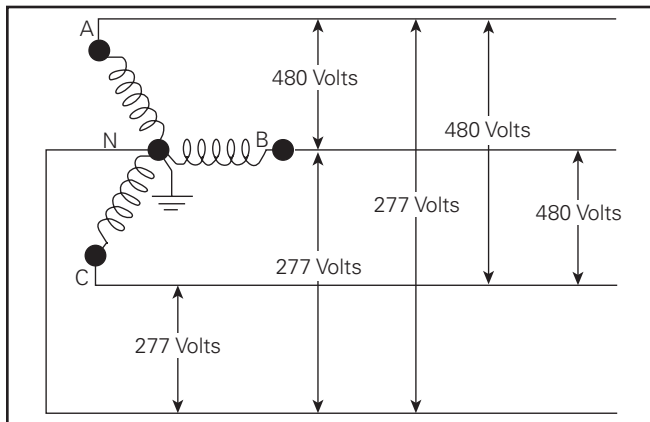

Figure 2. Câblage Pour Systèmes Wye 480V
- 2b. Utilisez seulement avec les systèmes Wye de 480 V. Selon la NEC, à ne pas utiliser avec des systèmes sans mise à la terre, des systèmes à impédance et mis à la terre ou des systèmes mis à la terre sur phase (communément appelé systèmes triphasés à trois câbles, triphasé à colonne élevée et triphasés mis à la terre sur phase). (Figure 2.)